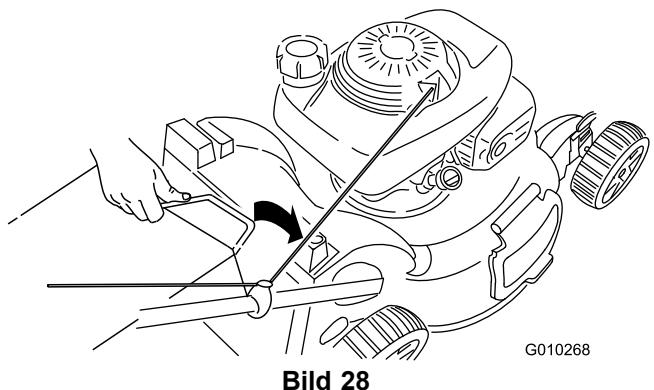

Bild 28
- Setzen Sie den Fangkorbgriff in die Kerben oben an der Maschine ein (Bild 28).